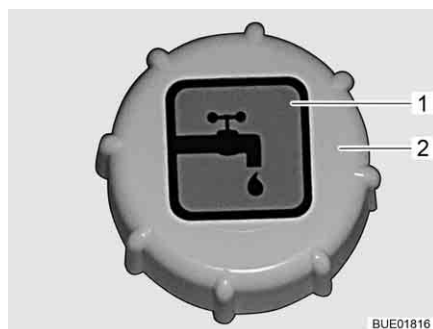

Fig. 219 Coperchio per bocchettone di riempimento dell'acqua potabile
Il bocchettone di riempimento dell'acqua potabile si trova nell'unità di servizio. Il bocchettone di riempimento dell'acqua potabile è contrassegnato dal simbolo "🔑" (Fig. 219,1).
- Ruotare il coperchio (Fig. 219,2) in senso antiorario e rimuoverlo.